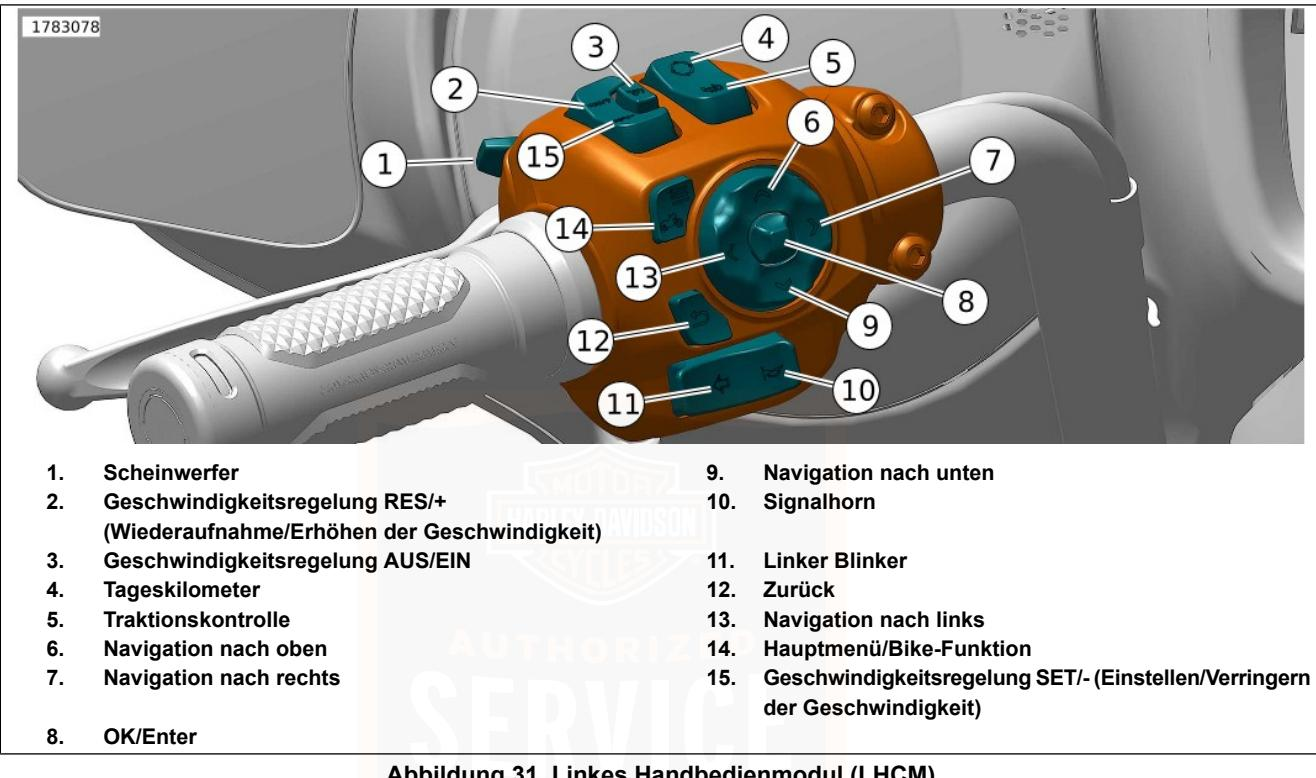

Abbildung 31. Linkes Handbedienmodul (LHCM)
Siehe Abbildung 31. Fahrzeug aus: Den Tageskilometerschalter (4) drücken, um auf dem Kilometerzähler in der IFCU die Gesamtaufleistung anzuzeigen.
Siehe Abbildung 31 . Der Geschwindigkeitsreglungsschalter-Baugruppe „CRUISE / SET / RESUME“ (Geschwindigkeitsreglung/Einstellen/Wiederaufnahme) (2, 3, 15) regelt automatisch die Geschwindigkeit des Fahrzeugs. Einzelheiten zur Funktion finden Sie unter FUNKTIONSWEISE > GESCHWINDIGKEITSREGELUNG (Seite 125) . Siehe Tabelle 25.
Aktivieren: Siehe Abbildung 31 . Den linken Blinkerschalter (11) drücken, um den linken Blinker zu aktivieren. Siehe Tabelle 25.
Siehe Abbildung 31. Den Signalhornschalter (10) drücken, um das Signalhorn zu aktivieren. Das Signalhorn kann bis zu 10 Sekunden lang ertönen. Drückt man den Signalhornschalter länger, schaltet sich das Signalhorn automatisch ab. Siehe Tabelle 25.
Siehe Abbildung 31. Der Schalter für die Traktionskontrolle (5) aktiviert und deaktiviert das Traktionskontrollsystem. Siehe Tabelle 25.
Siehe Abbildung 31. Mit dem Vierfachschalter NACH OBEN/NACH UNTEN/RECHTS/LINKS (6, 9, 7, 13) werden die Radio- oder Mediendateifunktionen bei ausgestatteten Fahrzeuge bedient.
Siehe Abbildung 31. Die OK/Eingabe-Taste (8) drücken, um den aktuell markierten Abschnitt auf dem IFCU -Bildschirm zu bestätigen oder aufzurufen.
Siehe Abbildung 31. Die Zurück-Taste (12) drücken, um zum vorherigen IFCU -Menü oder zur vorherigen Funktion zurückzukehren.
Siehe Abbildung 31. Die Hauptmenü-/Bike-Taste (14) drücken